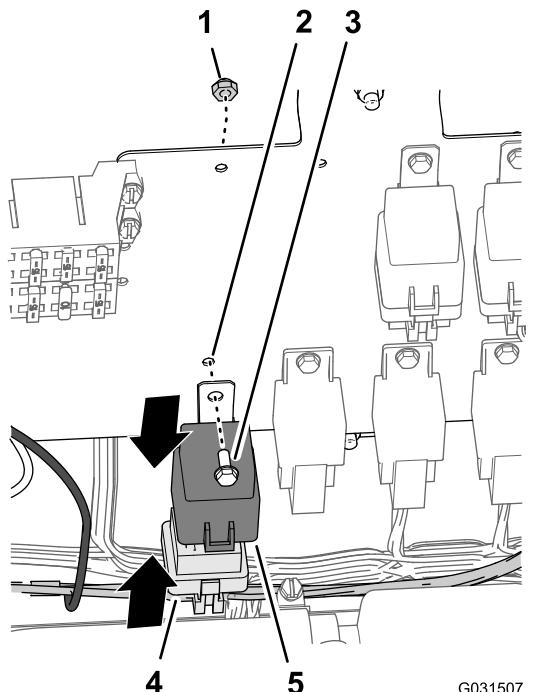

Figura 201
- En la rama del compartimiento del motor de 197 cm del arnés de cables, alinee el relé con el conector hembra de 5 vías del arnés de cables para el kit de acabado (Figura 201).
- Inserte las clavijas del relé en las tomas del conector (Figura 201).
- Alinee el taladro de la pletina de montaje del relé con el taladro del panel de cables (Figura 201).
- Sujete el relé al panel (Figura 201) con el perno con arandela prensada (Nº 10- x 1/2") y la contratuerca (Nº 10).